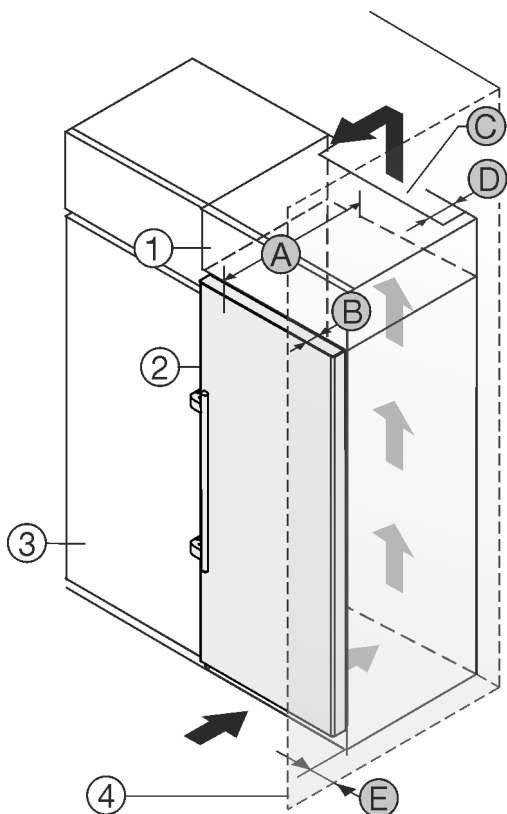

Fig. 2
È possibile posizionare l'apparecchiatura accanto a un mobile da cucina Fig. 2 (3).\*
Sul lato posteriore dell'armadietto sovrapponibile deve essere presente un vano di scarico dell'aria con la profondità Fig. 2 (D) che attraversa l'intera larghezza dell'armadietto sovrapponibile.\*
Sotto al soffitto deve essere presente la sezione di ventilazione Fig. 2 (C).\*
Se si installa l'apparecchiatura con le cerniere accanto a una parete Fig. 2 (4), la distanza tra l'apparecchiatura e la parete deve essere di almeno 57 mm, che corrisponde alla sporgenza della maniglia a porta aperta.\*
Per poter aprire completamente la porta, installare l'apparecchiatura in modo che sporga dal frontale del mobile da cucina almeno della misura della profondità della porta Fig. 2 (B). L'apparecchiatura può sporgere ulteriormente a seconda della profondità dei mobili da cucina Fig. 2 (3) e dell'utilizzo di distanziatori a parete.\*